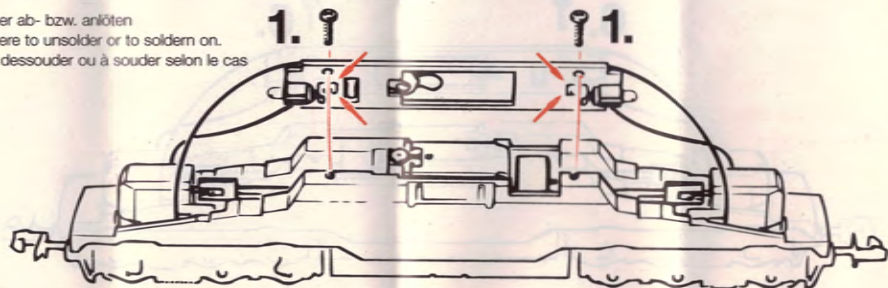

Fig. 5
5. Kohlebürstenwechsel: Lokgehäuse abnehmen (Fig. 2). Danach wird der **Motor ausgebaut** und die **Kohlebürsten ausgewechselt** (Fig. 5).